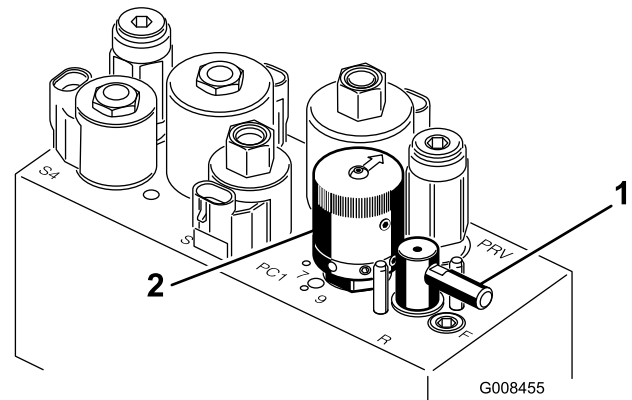

Bild 49
5. Drehen Sie den Lämphebel auf R (Bild 49).
6. Drehen Sie den Spindeldrehzahlregler auf 1 (Bild 49).